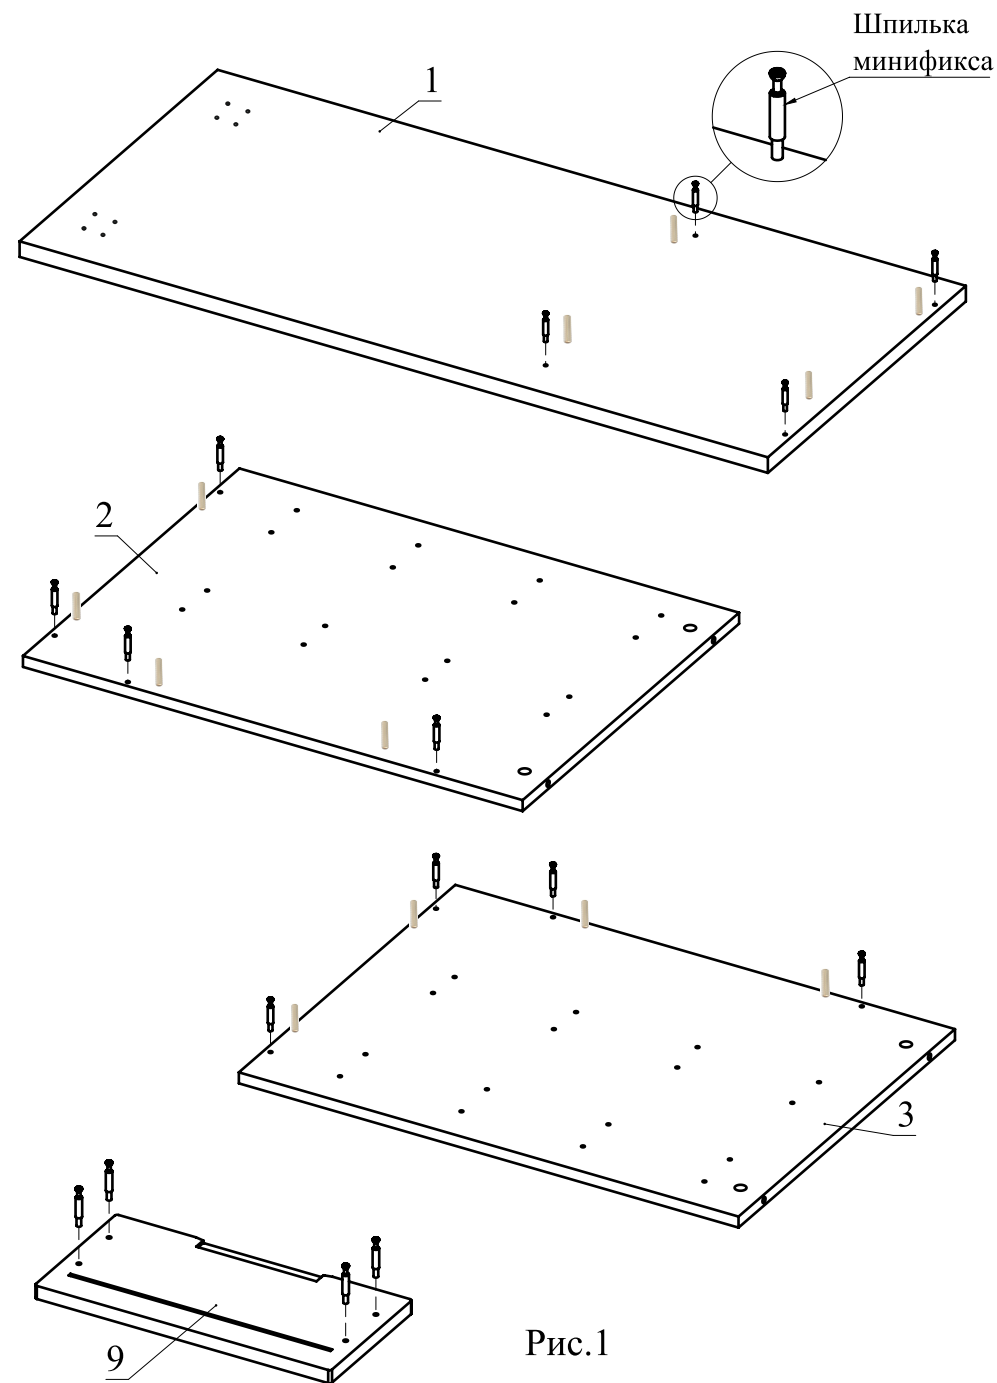

Рис.1
1. Вкрутите шпильки минификсов в детали 1,2,3,9 (рис.1)